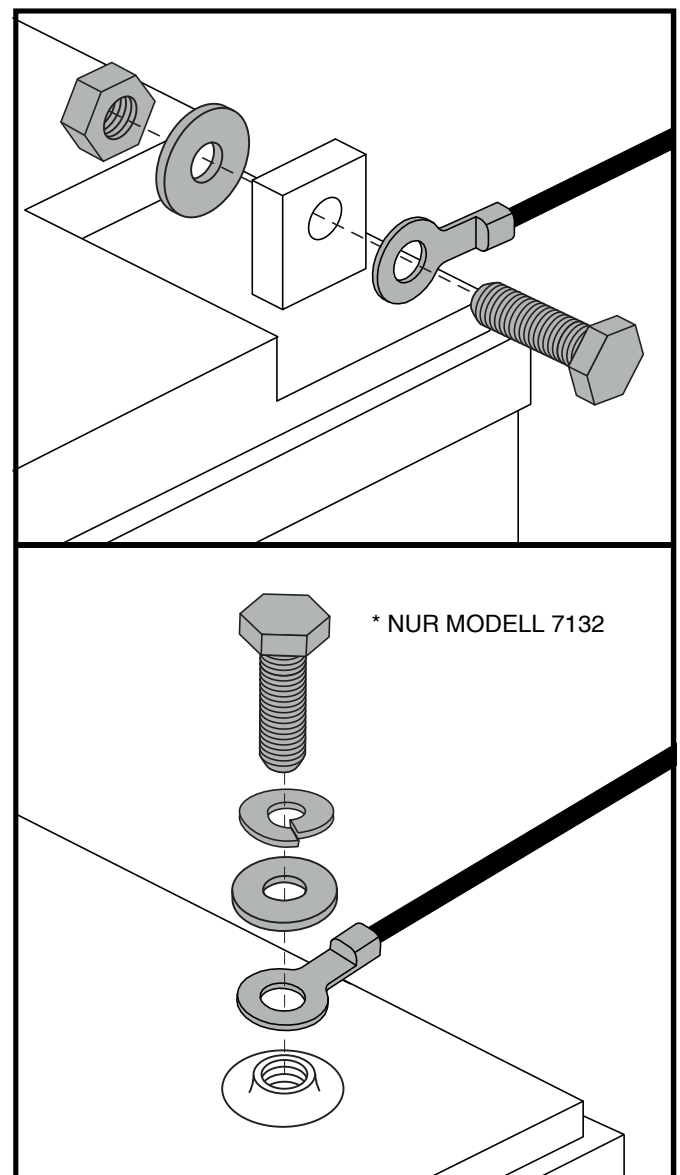

Abb. 16. Befestigungselemente für den Batterieanschluss
4. Trennen Sie die Batterienkabel von den Batterieanschlüssen, indem Sie die Anschlusskaepchen zurückschieben und die Mutter abschrauben. **Siehe Abb. 16.**
WARNUNG! In einer Notsituation können die Batterien schnell getrennt werden, indem der Not-Batterietrennriemen nach VORN gezogen wird. Lass Vorsicht walten. Beachten Sie, dass das Ausschalten des Scooters dazu führen kann, dass der Scooter abrupt anhält. Um den Notstopp zu lösen und die Fahrfähigkeit des Scooters wiederherzustellen, entfernen Sie den Sitz und die Batterieabdeckung und schließen Sie den Batteriestecker wieder an, wie in Abbildung 16 gezeigt.